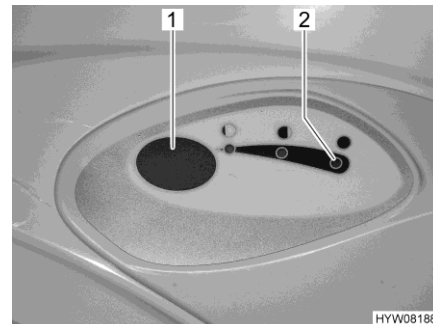

Fig. 182 Pulsante dello sciacquone/spia di controllo (toilette Thetford)
- Per sciacquare premere il pulsante blu (Fig. 182,1).
La spia di controllo (Fig. 182,2) si accende quando il serbatoio fecale deve essere svuotato.